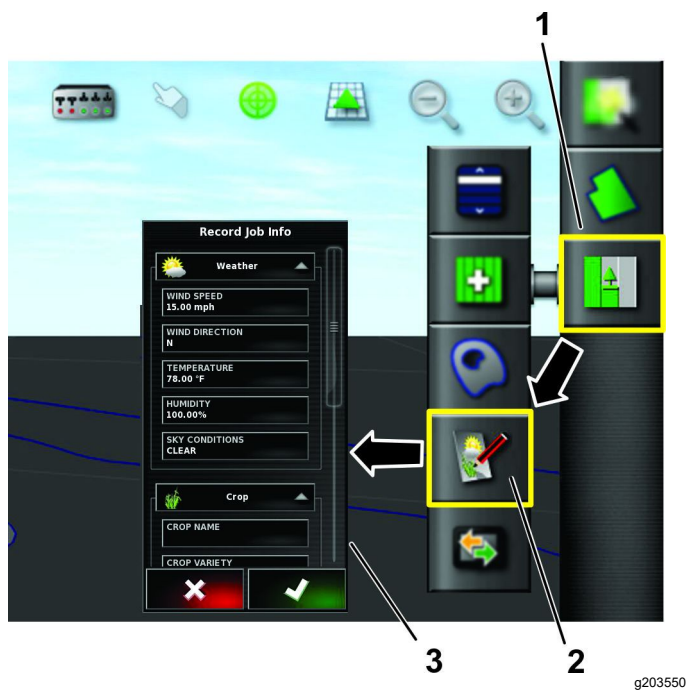

Figure 86
1. Appuyez sur l'icône des tâches (Figure 86).
2. Appuyez sur l'icône d'enregistrement des données de tâche (Figure 86).